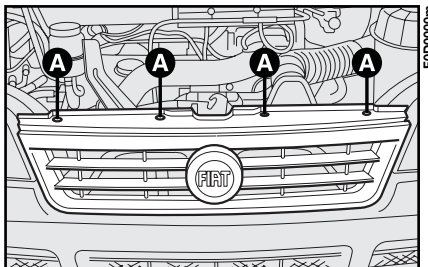

Abb. 9
1) Abnahme des vorderen Gitters nach Lösung der vier Schrauben **A**, **Abb. 9**;